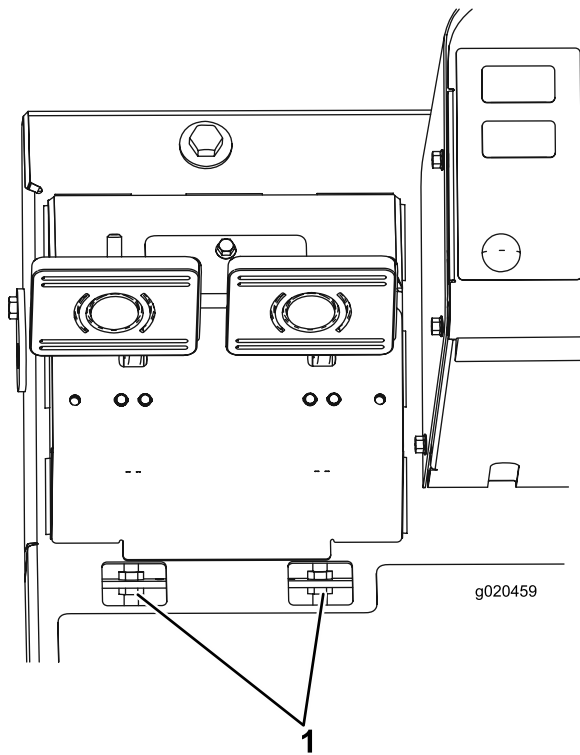

Figure 67
- B. Desserrez l'écrou avant sur l'extrémité fileté du câble de frein (Figure 67).